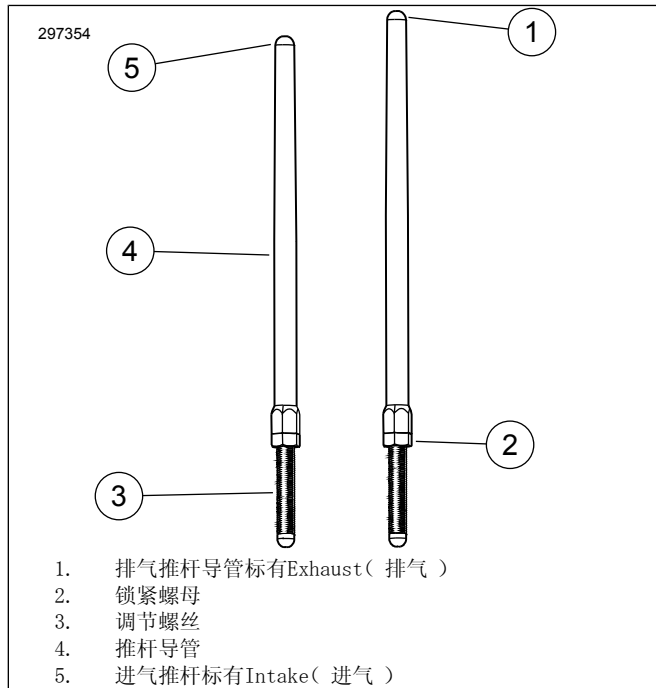

图3。可调推杆
6. 参见图3。松开所有推杆上的锁紧螺母，然后将它们调节到最短长度。